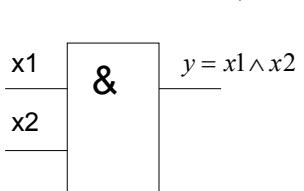

Рис. 157
- 3.** Конъюнкция, или логическое умножение. Элемент, реализующий функцию конъюнкции, называется И (смотрите рис. 157, 158). $y = x_1 \wedge x_2 \wedge \dots \wedge x_n$